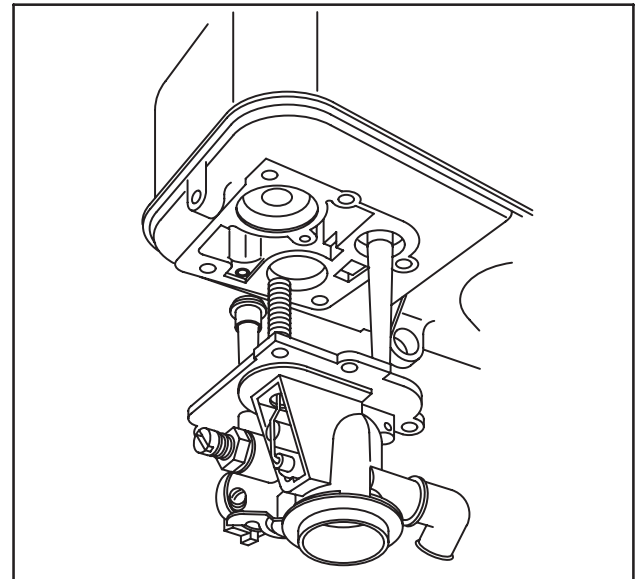

Fig. 44
3. Abaisser le réservoir sur le carburateur tout en guidant le ressort de starter dans son logement, illustration du Pulsa-Jet, Fig. 44.